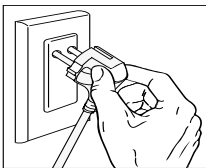

Abbildung 1
1. Stecken Sie das Netzkabel der Schleifmaschine an die Stromversorgung an (110 – 120 VAC). Nachdem der Stecker sicher an die Stromversorgung angeschlossen ist, ertönt das Warnsignal. Auf der LED-Anzeige wird rotes Dauerlicht angezeigt – siehe Abbildung 1.